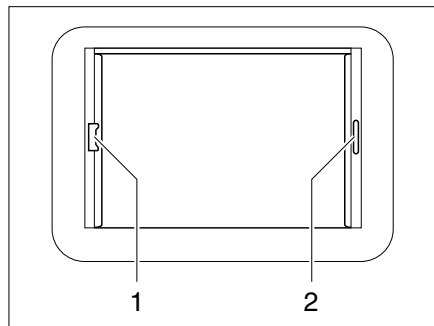

Fig. 50 Lanterneau Heki, verrouillage du store
- Tirer le dispositif occultant plissé par la poignée (Fig. 50,2) et le relâcher lorsqu'il a atteint la position voulue. Le dispositif occultant plissé reste alors à cette position.
- Tirer sur la poignée (Fig. 50,1) de la moustiquaire jusqu'à toucher la poignée du dispositif occultant plissé (Fig. 50,2) située vis-à-vis et la faire s'enclencher.
- Appuyer sur la poignée de la moustiquaire vers l'arrière et le haut et décrocher la moustiquaire du dispositif occultant plissé (Fig. 50,2).